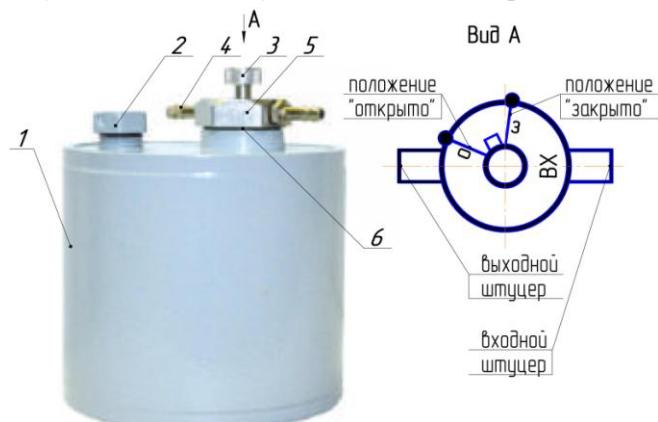

Рис.1: 1-корпус; 2-заливная горловина; 3-ручка регулятора;
Бачок состоит из следующих основных узлов и деталей (см. рис.1):
Воздушный поток от компрессора, подключенного к штуцеру "BX", поступает в бачок и смешиваясь с парами бензина образует горючую смесь. Затем воздушно-бензиновая смесь поступает в регулятор качества смеси, в котором создается необходимое соотношение паров бензина и воздуха, и далее через выходной штуцер(4) в горелку. Ручкой (3) качество смеси регулируется в пределах сектора "О"- "З"(Рис.1).